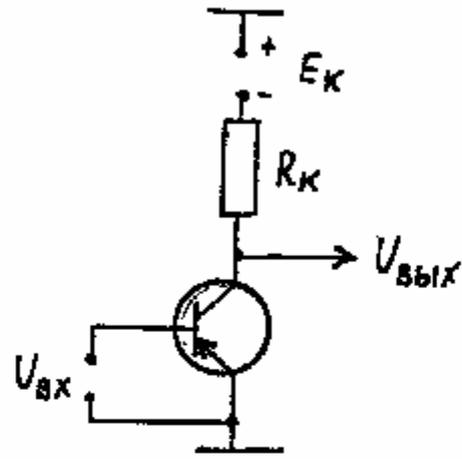
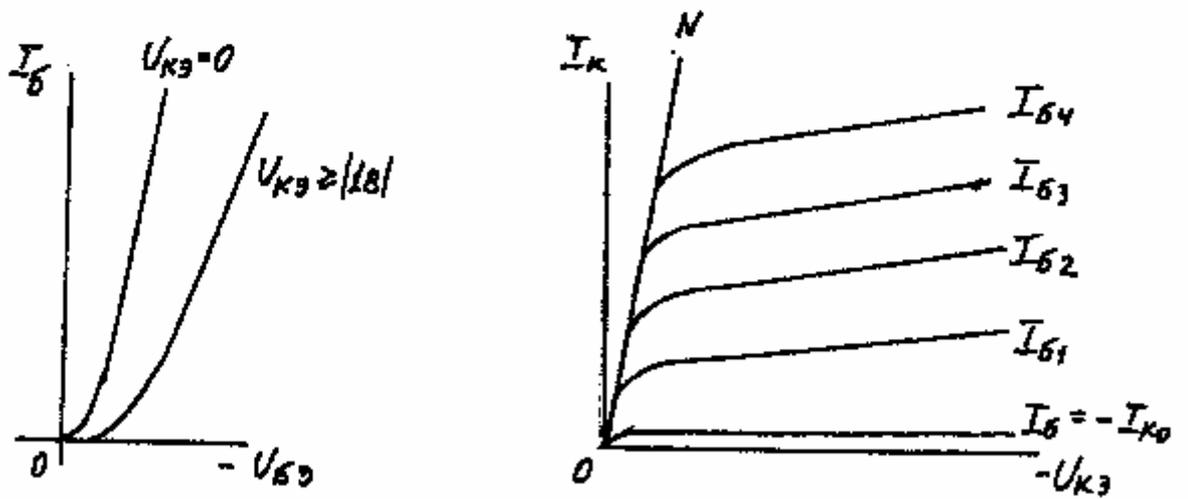

Рис. 3.1
Рис. 3.2
Схема ОЭ представлена на рис. 3.1, а входные и выходные ВАХ для этого включения БТ – на рис.3.2.
1. Почему схема на рис. 3.1 называется схемой с ОЭ?